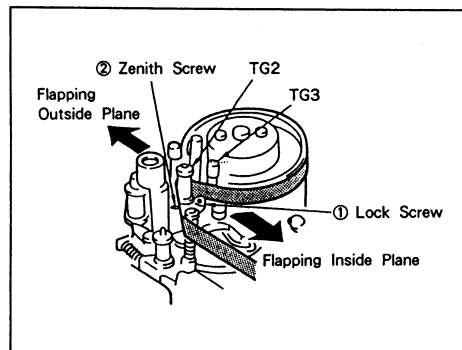

Abb. 2.29
- 1) Spielen Sie das Band zur Einstellung der Spurhaltung ab, lösen Sie die Schraube (1), mit der TG2 befestigt ist, drehen Sie TG2 und TG3 gegen den Uhrzeigersinn und sorgen Sie für einen freien Bandlauf auf der Eingangsseite (siehe Abb. 2.29).
- 5) Ziehen Sie die Verriegelungs-Schraube (1) von TG2 an (siehe Abb. 2.29).